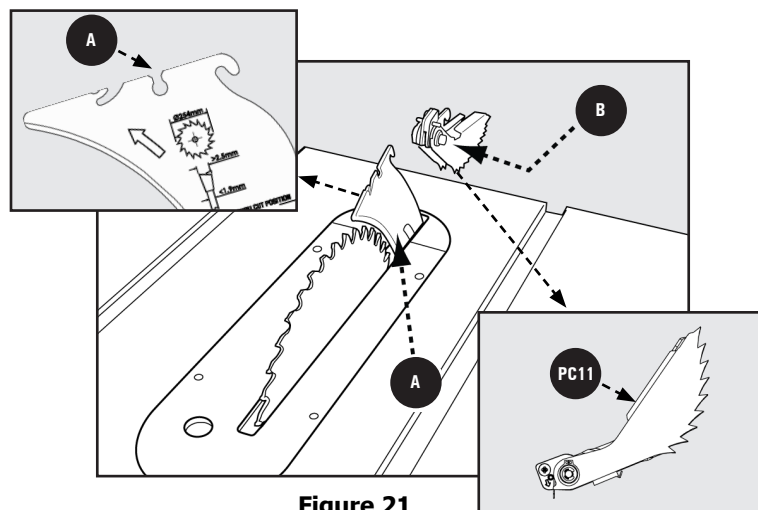

Figure 21
1. Reportez-vous à la Figure 21 et localisez la fente de montage des doigts anti-retour **A** au milieu du bord supérieur du couteau diviseur.